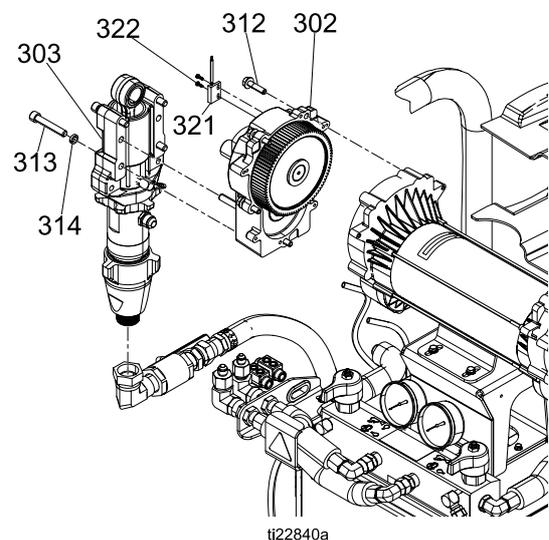

Figure 13
Die Kurbelwelle (S) des Getriebegehäuses muss mit der Kurbelwelle am anderen Motorende in einer Linie liegen. Siehe Abb. 13 auf Seite 56.